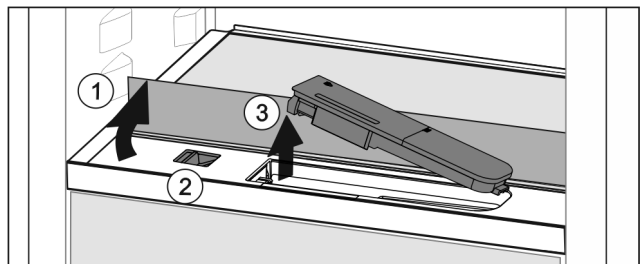

Fig. 120
- ▶ Glasplatte anheben und bis zum Anschlag nach hinten klappen Fig. 120 (1).
- ▶ Schieber Fig. 120 (2) nach links schieben.
- ▶ Wassertank entnehmen Fig. 120 (3).